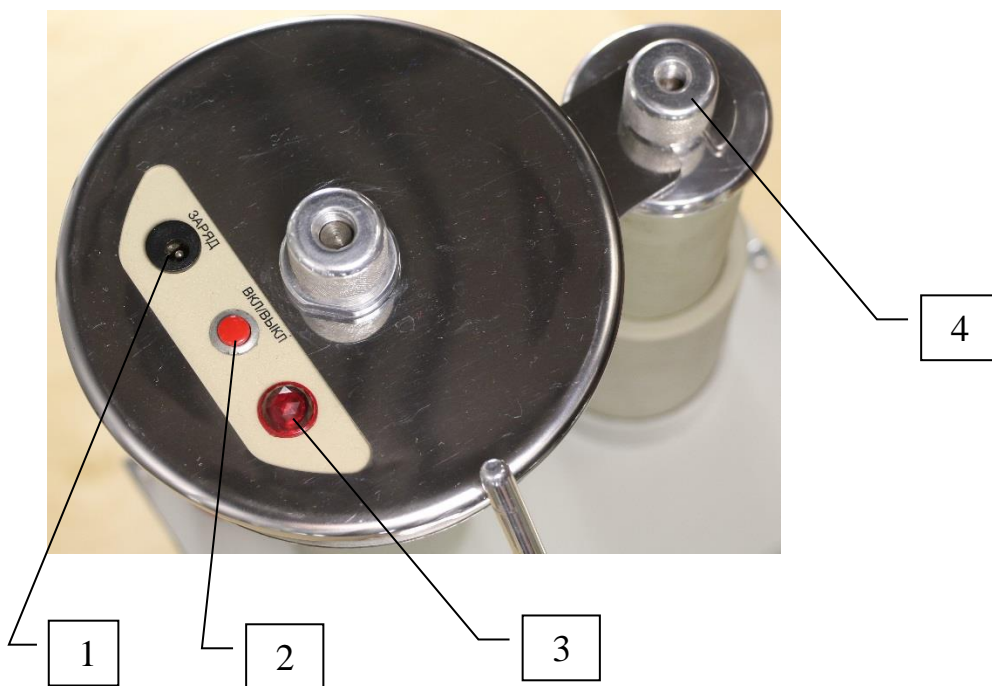

Рис.5. Измеритель тока высокопотенциальный ИТВ.
6.7. Проверить уровень заряда аккумуляторов ИТВ. Для этого достаточно включить ИТВ, нажав на кнопку «ВКЛ./ВЫКЛ.» (поз.2, рис. 5). Если при этом лампочка поз.3, рис.5 будет гореть непрерывно, то напряжение на аккумуляторах более 4,9В и этого достаточно для непрерывной работы в течение 4÷8 часов. Если
6.8. Заряд аккумуляторов. Для заряда аккумуляторов необходимо снять ИТВ с блока БВН. Для этого необходимо ослабить клемму поз. 4, рис. 5. Повернуть измеритель ИТВ против часовой стрелки до упора и поднять. Подключить штекер зарядного устройства к гнезду «ЗАРЯД»(п.1 рис.5) на корпусе ИТВ и включить зарядное устройство в сеть 220В. Если лампочка поз.2, рис.5 мигает, то идет процесс заряда. Если указанная лампочка горит непрерывно, то процесс заряда завершен, а ток заряда ограничен на уровне поддерживающего тока. Этот ток не может «перезарядить» аккумуляторы и безопасен для них.
После заряда аккумуляторов установить ИТВ на БВН. После этого повернуть его по часовой стрелке до упора в виде резьбовой шпильки на корпусе дросселя и зафиксировать это положение затянув клемму поз. 4 рис. 5.
7.2.2 Нажать на кнопку ИТВ «ВКЛ./ВЫКЛ.» (поз.2, рис. 5). Загорится лампочка поз.3, рис. 5.
7.3.3 Нажать на кнопку ИТВ «ВКЛ./ВЫКЛ.» (поз.2, рис. 5). Загорится лампочка поз.3, рис. 5.